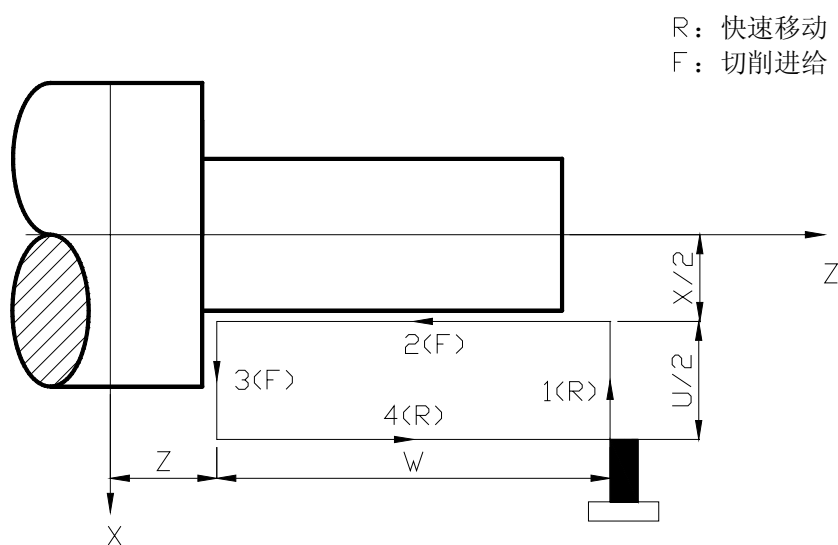
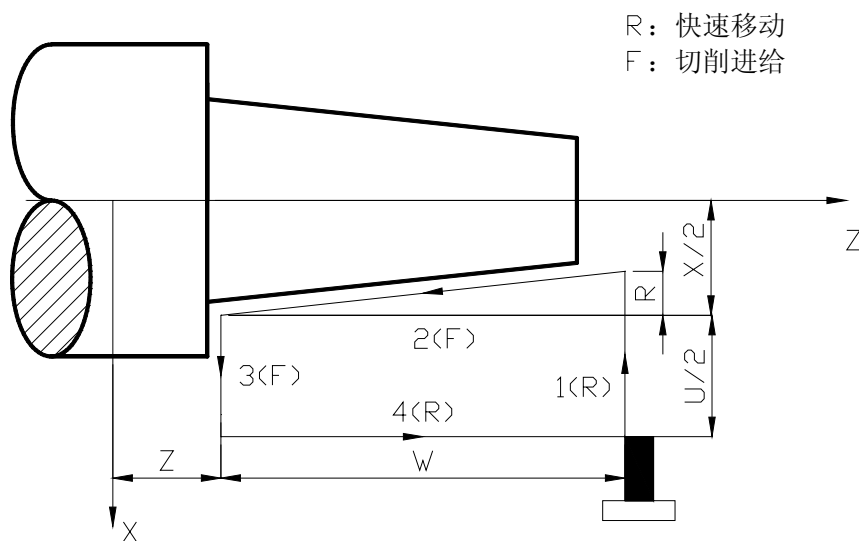

图3.28 圆柱切削循环轨迹
图3.29 圆锥切削循环轨迹
2) R: 切削起点与切削终点X轴绝对坐标的差值(半径值), 带方向, 当R与U的符号不一致时, 要求 $|R| \leq |U/2|$; R=0或缺省输入时, 进行圆柱切削, 如图3.28所示, 否则进行圆锥切削, 如图3.29所示; 单位: mm。